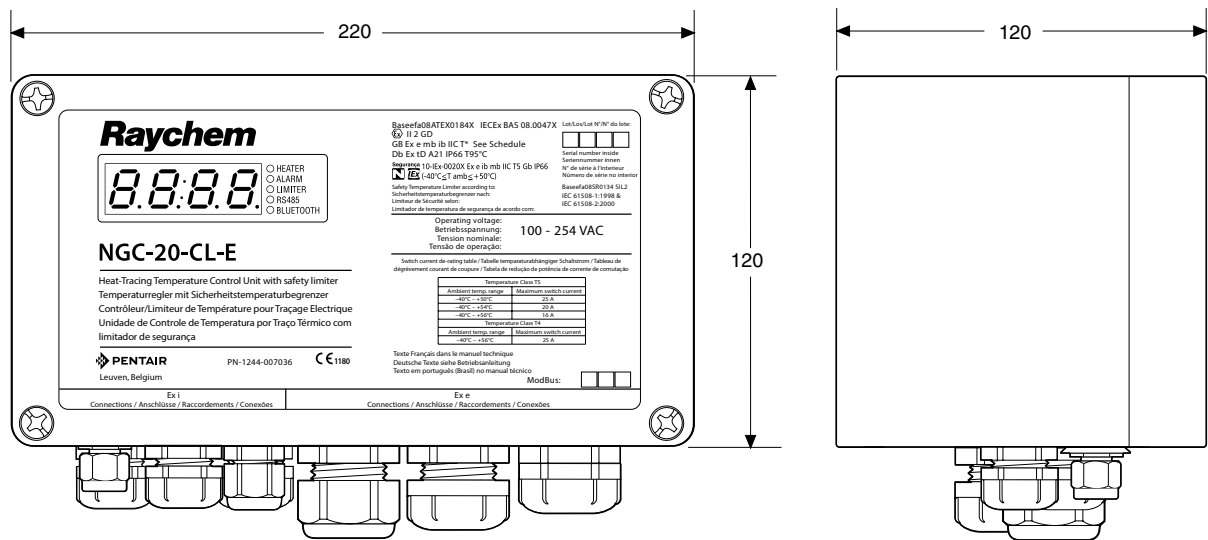

Figure 1: Dimensions NGC-20-C(L)-E
- Utiliser deux bandes d'adhésif pour la maintenir en place (figure 1)